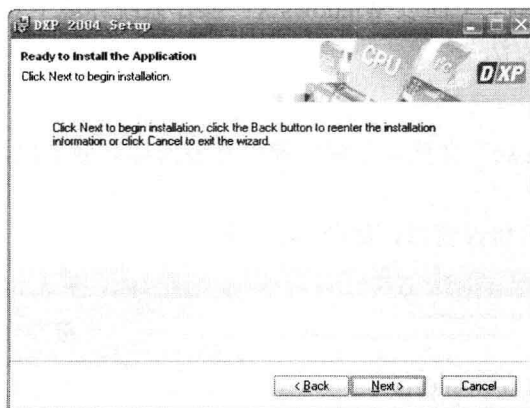

图 1-5 准备安装
(6) 单击 **Next** 按钮, 进入准备安装窗口, 如图 1-5 所示。